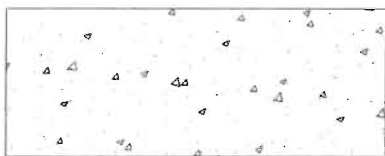

图 7-82
(2) 绘制如图 7-82 所示的混凝土图例 (建筑图例)。